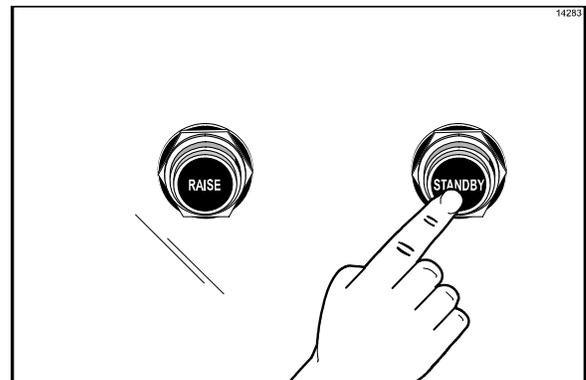

Abbildung 35
3. Das Produkt in der vorgeschriebenen Reihenfolge auflegen und anschließend den Garzyklus durch Drücken des Knopfes STANDBY starten. (Siehe Abbildung 35.)